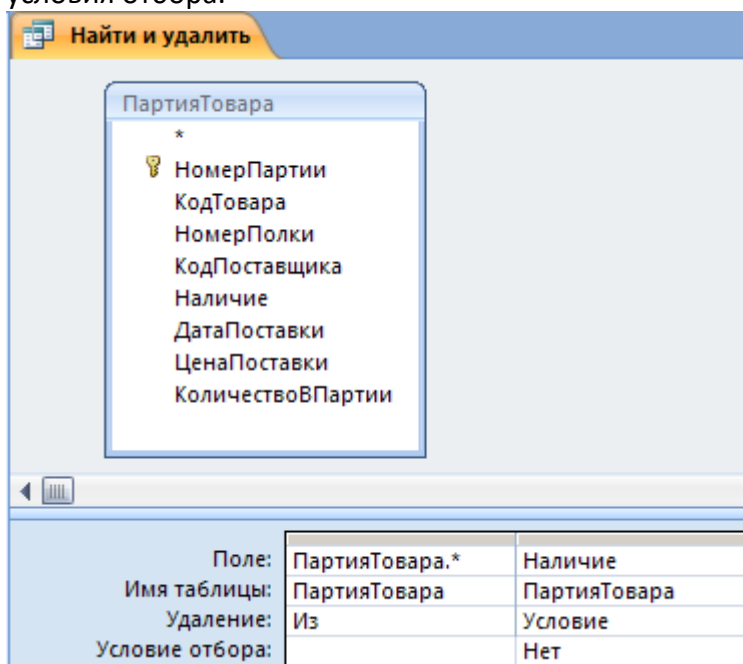

Рис.10. Построение запроса на удаление записей
- Сначала, как обычно, сконструируйте запрос на выборку (рис.10).
- В режиме КОНСТРУКТОРА измените тип запроса в запрос на УДАЛЕНИЕ (рис.10).